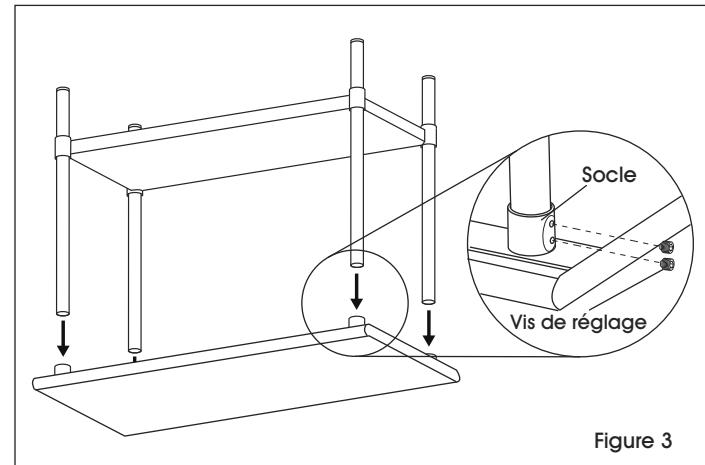

Figure 3
- Tournez la surface de table à l'envers. Insérez l'ensemble des pieds et de la tablette dans les socles de la surface de table. Fixez les pieds à la tablette inférieure avec les vis de réglage et la clé Allen de 5/32 po. (Voir Figure 3)